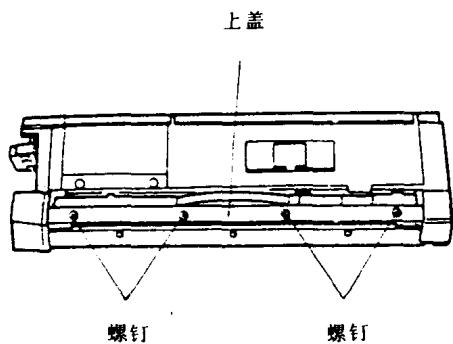

图 1-1-2
(3) 重新上好印制电路板盖。
(4) 卸掉四个螺钉和 CD 组件的上盖，如图 1-1-2 所示。
(5) 松开载体漏斗，剥掉密封，将漏斗装回载体瓶。
- (6) 将载体均匀散布在 CD 组件显影筒上的槽口里。
- (7) 将上盖装回 CD 组件。并将 CD 组件装回复印机内。
- (8) 将门开关压板插入门开关，接通电源。